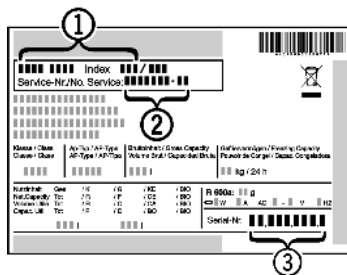

Fig. 11
► Relever la désignation de l'appareil *Fig. 11 (1)*, le n° de service *Fig. 11 (2)* et le n° de série *Fig. 11 (3)* sur la plaquette signalétique. Cette plaquette se trouve sur la paroi intérieure gauche de l'appareil.
- Informer le S.A.V. et lui communiquer la panne, la désignation de l'appareil *Fig. 11 (1)*, le n° de service *Fig. 11 (2)* et le n° de série *Fig. 11 (3)*.